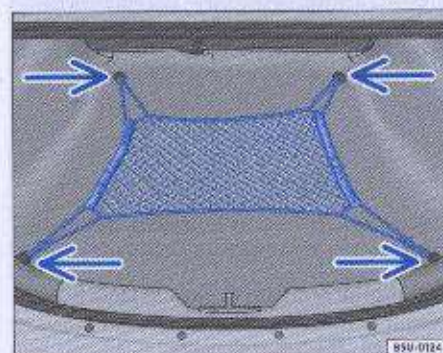

Fig. 91 Red en el maletero: fijadores
– Sujete los ojalos de la red36) en los fijadores → fig. 91 existentes en el maletero.